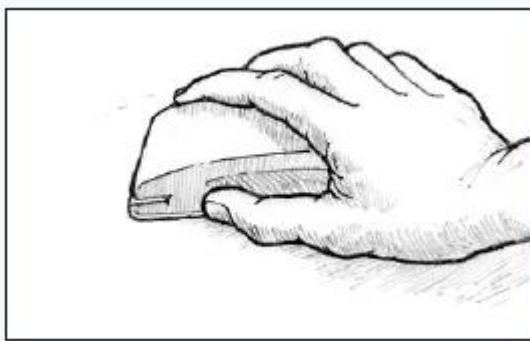

Рис. 32. Отшлифуйте поверхность.
3. Отшлифуйте поверхность так, чтобы она стала гладкой (*Рисунок 32*). Если на поверхности есть потеки смолы, начните шлифовку наждачной бумагой № 80. Шлифуйте поверхность до тех пор, пока она не станет ровной, на вид и на ощупь. Завершите шлифовку, используя рекомендованный для данного покрытия тип наждачной бумаги – должно быть указано в инструкциях по нанесению покрытия. Адгезия краски частично зависит от механического сцепления краски с поверхностью эпоксидной смолы. Если будет наноситься High-Build или порозаполняющая грунтовка, как правило, достаточно наждачной бумаги зернистостью 80-100. Для грунтовок и покрытий с большим содержанием твёрдых веществ, лучше использовать №120-180. Для глянцевых покрытий рекомендуем заканчивать шлифовку наждачной бумагой зернистостью 180. Более «тонкая» шлифовка может не создать достаточную шероховатость для хорошей адгезии. Всегда следуйте рекомендациям производителя покрытия в отношении подготовки поверхности. Многие предпочитают применять влажную шлифовку, так как это снижает риск появления пыли и, к тому же, так можно объединить описанные выше этапы 2 и 3 в одно действие.